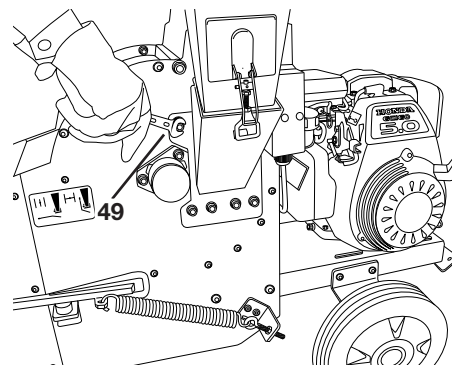

Bild 42
- Seitlichen Trichter durch Lösen der 4 äußeren Sechskantmutter (49) (SW 13) entfernen (siehe „Bild 42“).